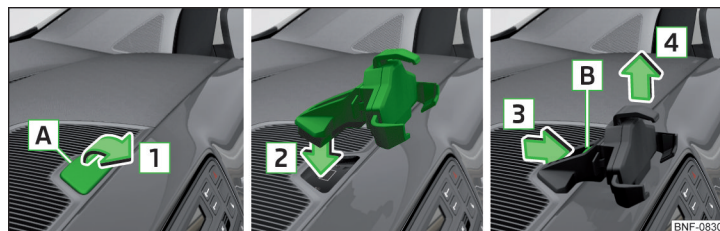

Fig. 78 Aftagning af afdækning / Fastgørelse af adapter / Aftagning af adapter
- Sæt eksempelvis en mønt ind i udskæringen **A**, og klap afdækningen op i pilens retning **1** » Fig. 78.
- › Tryk udløserknappen **B** i pilens retning **3**, og tag adapteren af i pilens retning **4** » Fig. 78.